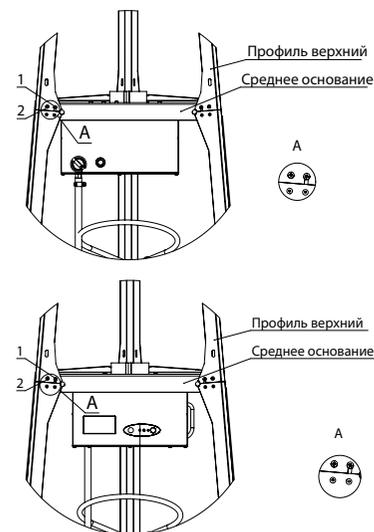

Рис. 10 Установка верхних профилей
- Установите профили на нижнюю предварительно собранную часть газового обогревателя (рис. 10). Для этого наживите винт в среднем основании, которое соответствует пазу в профиле (ближнее к центру отверстие). Установите на данный винт профиль и затяните винт 2, затем подтяните винт 1;